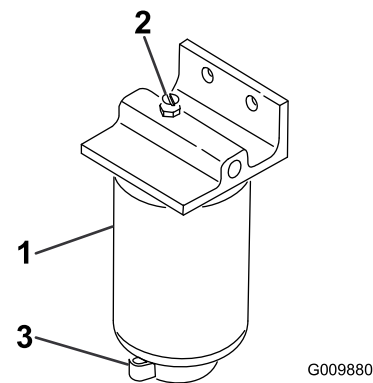

Figure 57
3. Desserrez le robinet de vidange au bas de la cartouche du filtre (Figure 57).
2. Nettoyez la surface autour des supports de la cartouche du filtre (Figure 57).